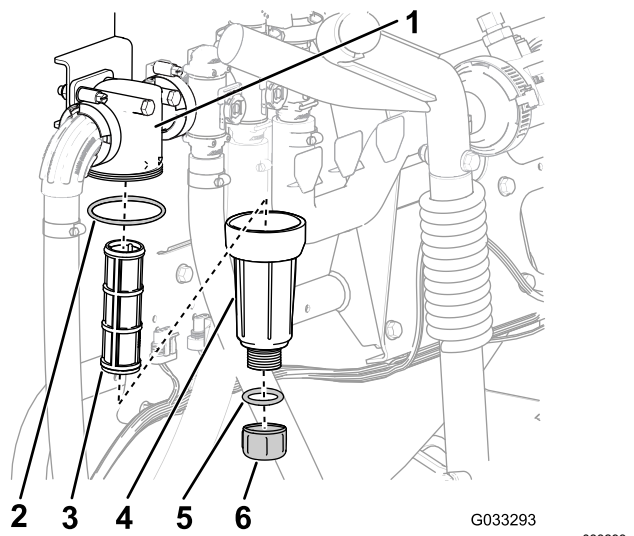

Figura 30
2. Amplasai o tavă de golire sub filtrul de presiune (Figura 30).
3. Rotiți capacul de golire în sens invers acelor de ceasornic și scoateți-l din vasul filtrului de presiune (Figura 30).
4. Rotiți vasul în sens invers acelor de ceasornic și îndepărtați capul filtrului (Figura 30).
5. Îndepărtați elementul filtrului de presiune (Figura 30).
7. Verificați dacă există deteriorare și uzură la nivelul garniturii pentru bușonul de golire (situat în interiorul vasului) și garniturii pentru vas (aflată în interiorul capului filtrului) (Figura 30).
8. Montați un nou element de filtrare de presiune la capul filtrului (Figura 30).
9. Montați vasul pe capul filtrului și strângeți-l manual (Figura 30).
10. Montați capacul de golire pe fittingul din partea de jos a vasului și strângeți capacul manual (Figura 30).